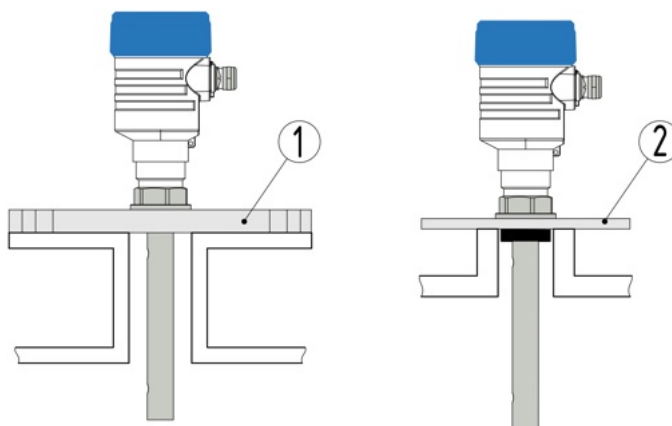

Рисунок 5 – Пример монтажа на пластиковой емкости
- при установке в успокоительной трубе или уровнемерной колонке необходимо использовать центрирующую звездочку или шайбу в нижней части троса или стержня (1) для предотвращения касания стенки зондом уровнемера (рисунок 5);